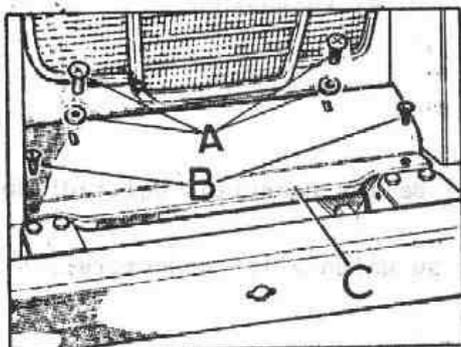

Fig. Q-2 Elementos de fijación de la placa delantera
- 1.3. Soltar los elementos de fijación, A y B (Fig. Q-2) y extraer la placa delantera, C.